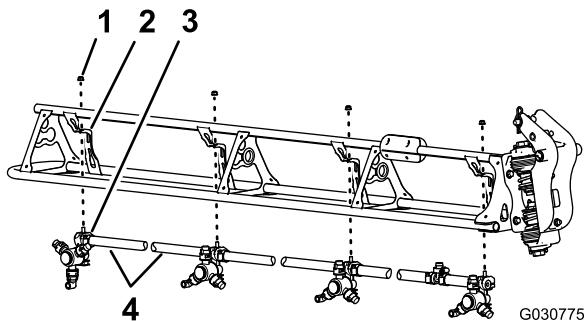

Рисунок 118
- Перережьте шланг между двумя распылительными соплами (Рисунок 118).
- Отверните фланцевую контргайку (5/16 дюйма), которая крепит распылительное сопло к опоре сопла (Рисунок 118).